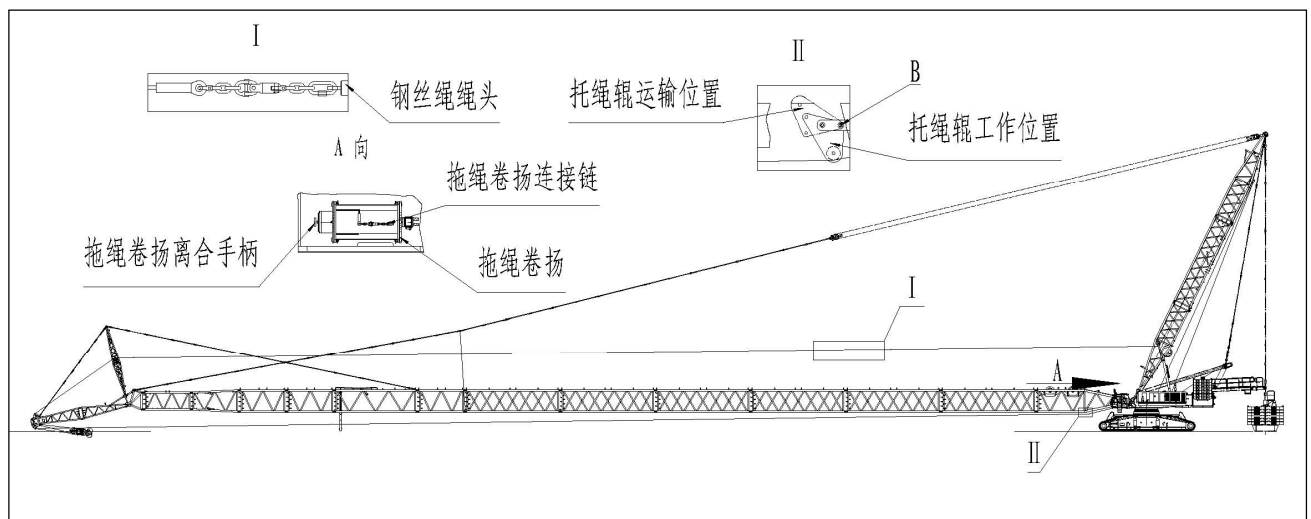

图 2.10
2.10 组装提升装置钢丝绳（图 2.10）
- 1、 将（图 2.10 II）螺栓拆下，把托绳棍从运输位置转到工作位置，再用螺栓固定。
- 3、 释放主提升装置上的钢丝绳，将主提升装置上的钢丝绳绳头与拖绳卷扬钢丝绳的连接链相连接（图 2.10 I）。
- 7、 把托绳棍从工作位置转回到运输位置（图 2.10 II）。